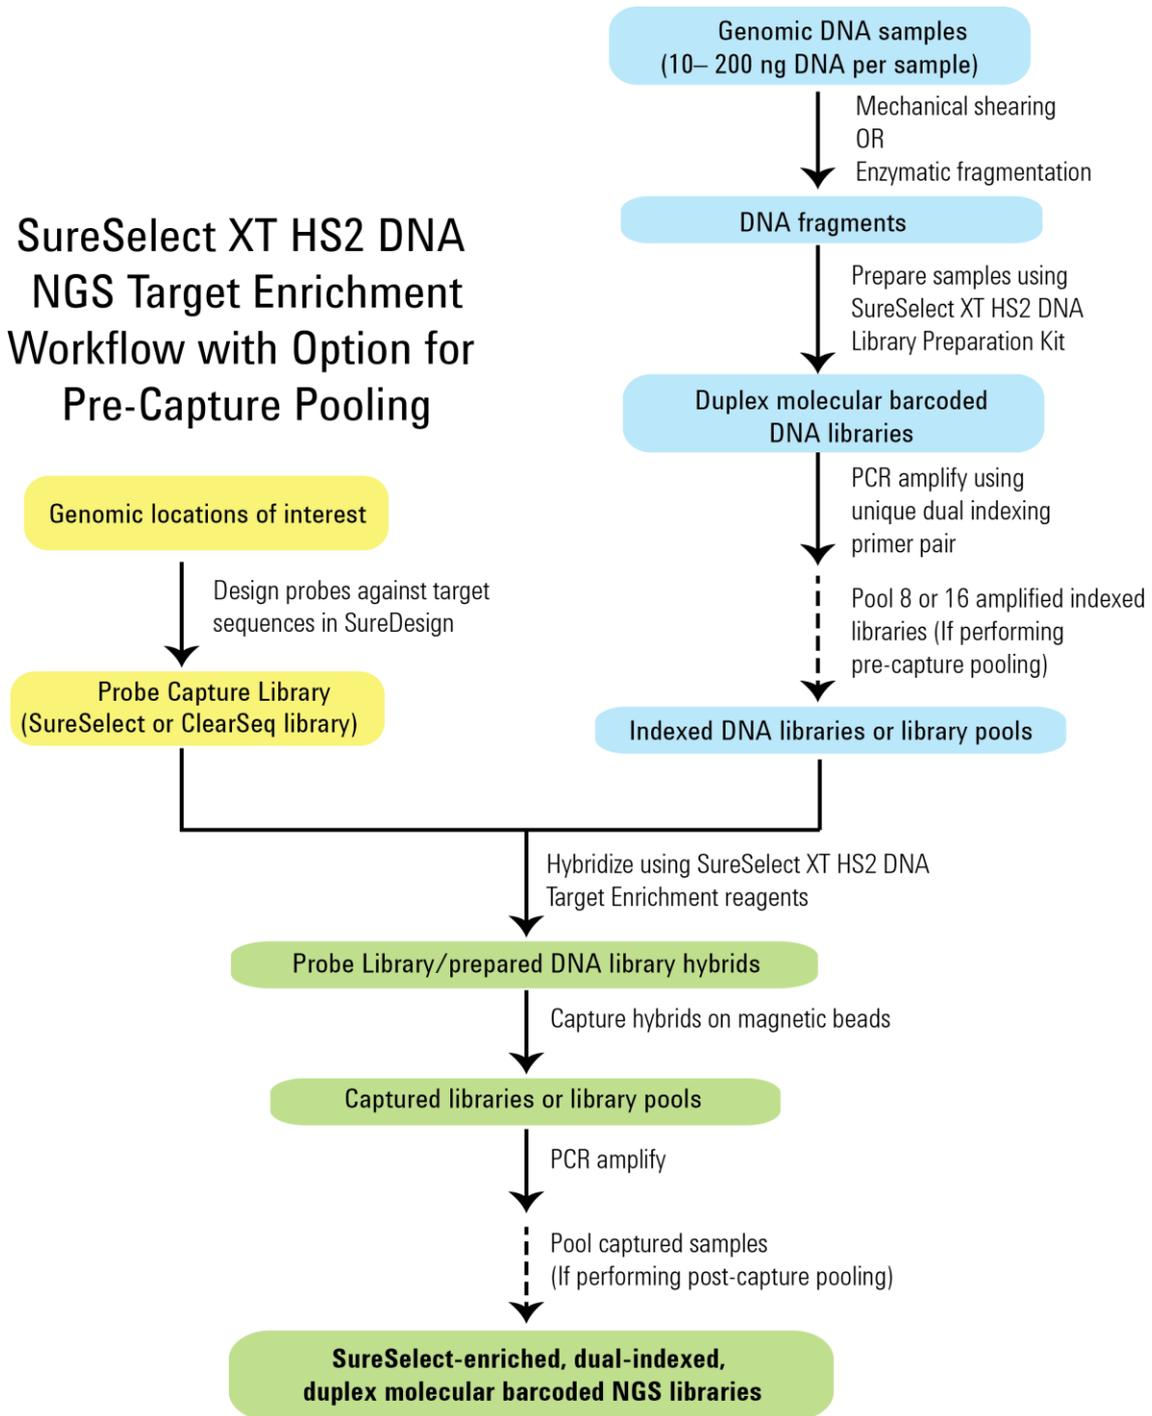

図 2 ターゲットエンリッチメントシーケンスライブラリ調製のワークフロー
イルミナ社のペアエンドシーケンスプラットフォームを用いてライブラリを調製する際の SureSelect XT HS2 DNA ターゲットエンリッチメントのワークフローを図 2 に示します。
- ・ハイブリダイゼーションのステップ(図 2 参照)では、プレートの各 Row(行、横方向)に異なる種類の SureSelect Capture Library をセットすることができます。調製したアダプター付き DNA ライブラリが適切な SureSelect Capture Library と一致するように実験を計画してください。詳細はハイブリダイゼーションの項目を参照ください。
- ・サンプルインデックスはキャプチャ前の増幅時に付加されます(図 2 参照)。実験を計画する際、それぞれのサンプルに適切なインデックスを割り当て、適切な番号のインデックスプライマーを適切なウェル(サンプル)に割り当てるようにしてください。インデックスプライマーのプレート上の位置は 149 ページの表 118~150 ページの表 121 を参照ください。
- ・キャプチャ前の増幅ステップ(図 2 参照)では、入力 DNA の種類および量によって PCR 増幅サイクル数が異なることがあります。同じ PCR サイクル数となる入力 DNA の種類および量を同じプレートで処理するようにしてください。詳細はキャプチャ前の増幅ステップ 63 ページの表 41 を参照ください。
- ・キャプチャ後の増幅ステップ(図 2 参照)では、キャプチャターゲットのサイズの違いによって PCR 増幅サイクル数が異なることがあります。同じ PCR サイクル数となるターゲットサイズの Capture Library を同じプレートで処理するようにしてください。詳細はキャプチャ後の増幅ステップ 108 ページの表 82 を参照ください。